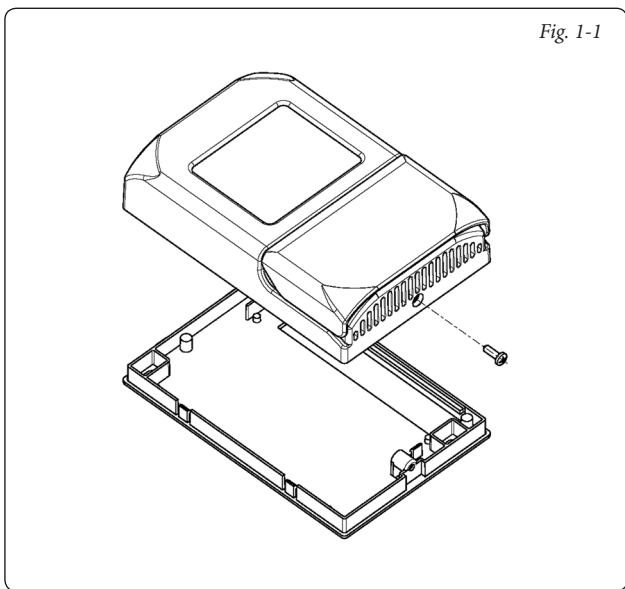

Fig. 1-1
1. Togliere la vite di chiusura del comando (fig. 1-1).